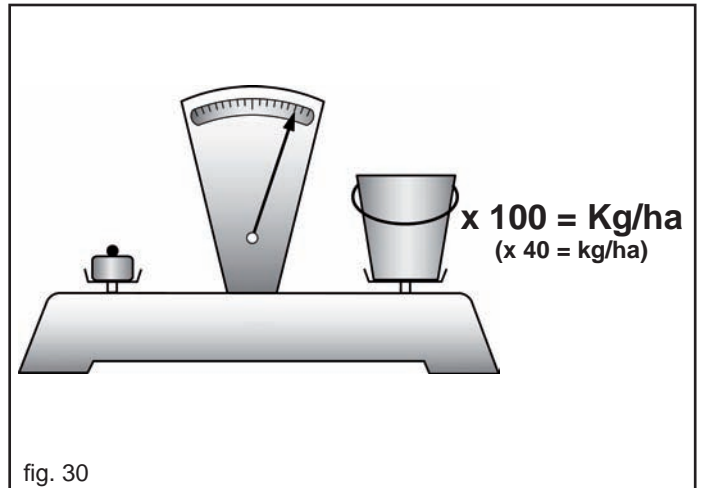

fig. 30
- 7) Pesare la quantità di seme raccolto nelle vaschette e moltiplicarlo per 100 o per 40 in base alle rotazioni compiute, il valore ottenuto sarà la quantità in chilogrammi distribuita per ettaro (Fig. 30).
Pesare la quantità di seme raccolto nelle vaschette e moltiplicarlo per 100 o per 40 in base ai metri percorsi, il valore ottenuto sarà la quantità in chilogrammi distribuita per ettaro (Fig. 30).